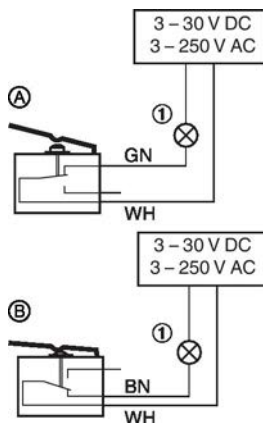

Abb. 65: Anschlussbeispiel Endschalter
- Anschluss der Endschalter anhand des Anschlussbeispiels Abb. 65